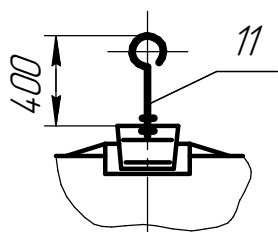

Рисунок 21
4.1 Светильник состоит из корпуса в сборе поз. 1, панели в сборе поз. 2, скоб поз. 3 (см. рисунки с 1 по 20 Приложение А) и подвесов: на стержень поз. 11 рисунок 21, на опорную поверхность поз. 21, 22, 23 рисунок 22, на серьгу поз. 12 рисунок 23, на трос поз. 13 рисунок 24.